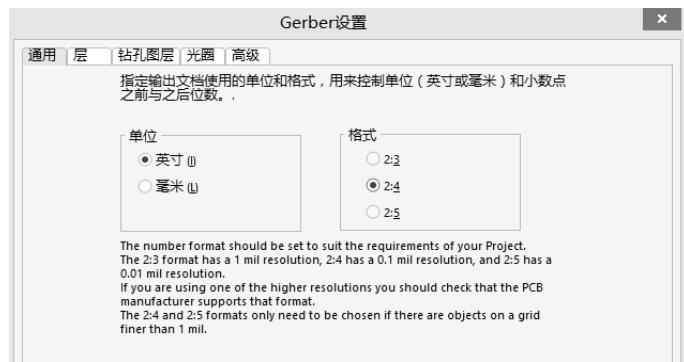

图 13-59 输出单位及比例格式选择
(1) 执行菜单命令“文件-制造输出-Gerber Files”，进入“Gerber 设置”界面，如图 13-59 所示，输出单位选择“英寸”，比例格式选择“2:4”。